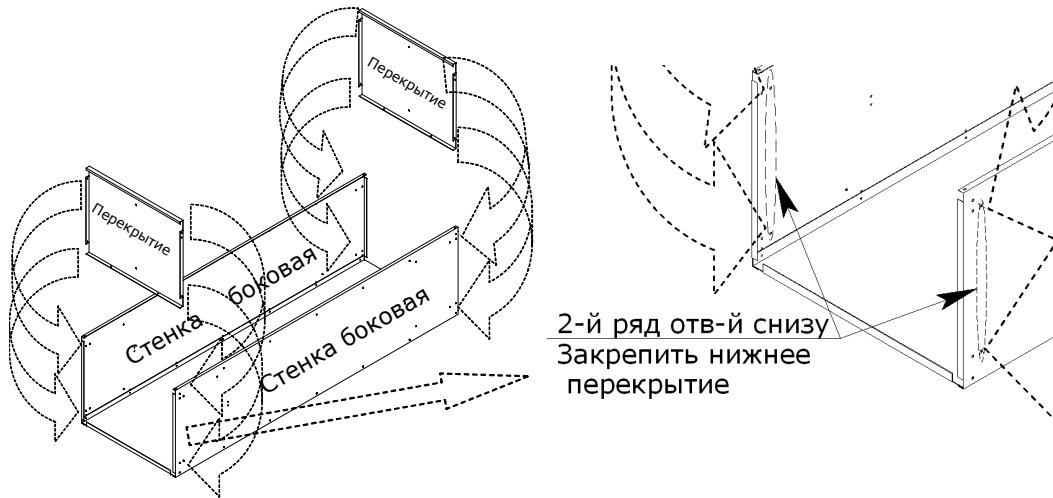

Рис.2
3.2. Установить перекрытия (рис.2). Двойной гиб перекрытий развернуть в сторону лицевой поверхности шкафа. Закрепить перекрытия на боковых стенках.